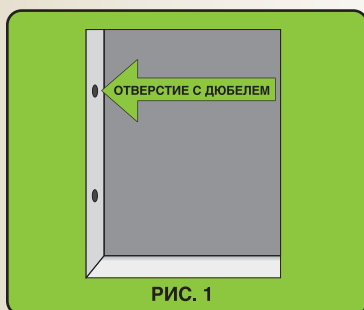

РИС. 1
2. Просверлить стену в проёме согласно заранее подготовленным отверстиям в раме люка. Отверстия в проёме должны быть предусмотрены с учётом выравнивания плоскости дверцы люка с плоскостью стены. Установить дюбеля в просверленные отверстия (см. рис. 1).
1) Обязательная очистка плитки от пыли и прочей грязи со всех сторон шва, зачистку можно осуществить металлическим шпателем, а затем протереть слегка влажной тряпкой для лучшего схватывания герметика, дать просохнуть (рис. 1).